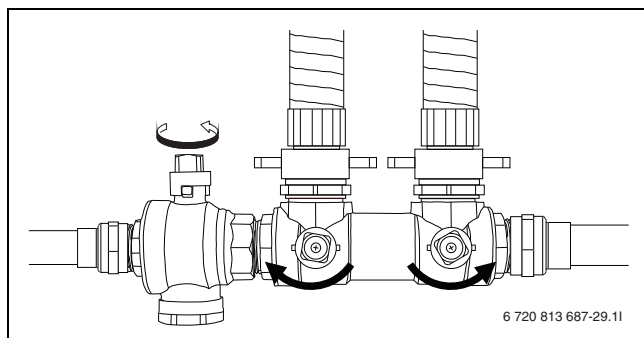

Рис. 14 Заполняющие устройства в положении заполнения
- Установите краны на заполняющем устройстве в положение для заполнения (→ рис. 14).